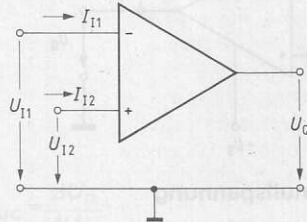

Bild 2
- a) Eingangs-Null-Spannung (Eingangs-Offset-Spannung) U_{10} ist diejenige Spannungsdifferenz, die an den Eingängen angelegt werden muß, damit der Ausgang auf 0 V liegt (Bild 2).
- b) I_1 ist der mittlere statische Eingangsstrom, der für die Funktion des OP notwendig ist (Bild 2).
- c) Eingangs-Null-Strom (Eingangs-Offset-Strom) I_{10s} ist die Differenz der Eingangsströme im Arbeitsbereich. Er kann bei hohem Generatorwiderstand störend wirken (Bild 2).